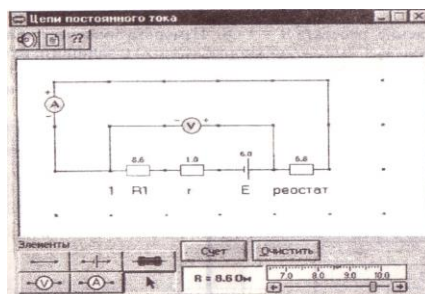

Рис.1.
6. Соберите на экране опыта замкнутую цепь, показанную на рис. 1.
8. Соедините все указанные приборы в замкнутую цепь. Для этого нажмите кнопку соединительного провода  внизу экрана, после чего переместите маркер мыши в рабочую зону схемы. Щелкайте левой кнопкой мыши в необходимых местах рабочей зоны и сформируйте замкнутую цепь, показанную на рис. 1.